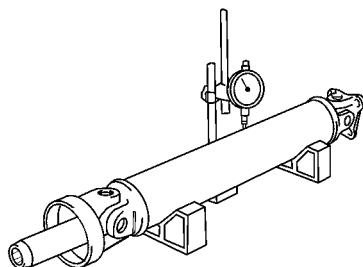

图 13-12 检查主动轴零件
(1) 检查主动轴和中间轴有无损伤或径向圆跳动误差，如图 13-12 所示。